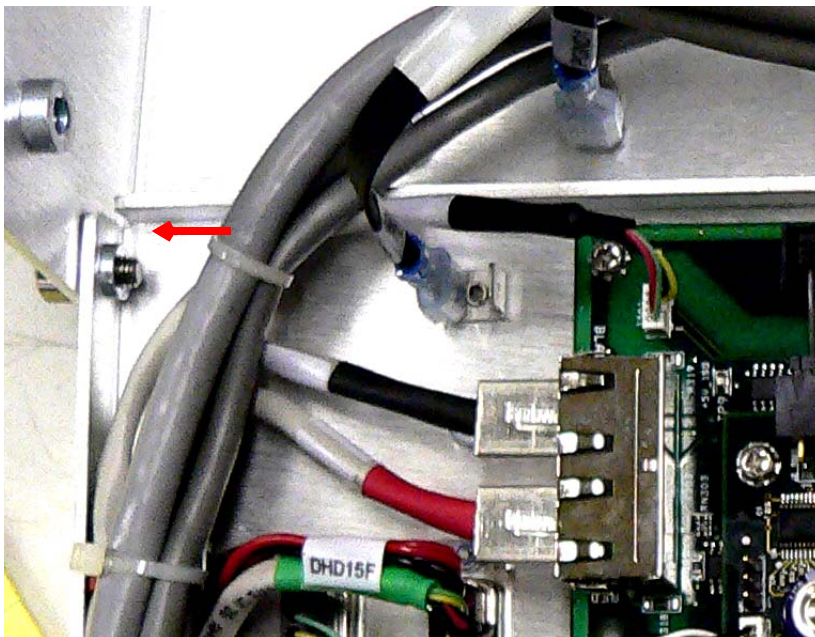

图 B-27 J100 接头
4. 从 J100 接头断开 R2142-301 （白色/黑色）接头 （图 B-27）。
11. 将 R2142-301 (白/黑) 接头重新连接到 J100 接头 (第 B-19 “页图 B-27”)。